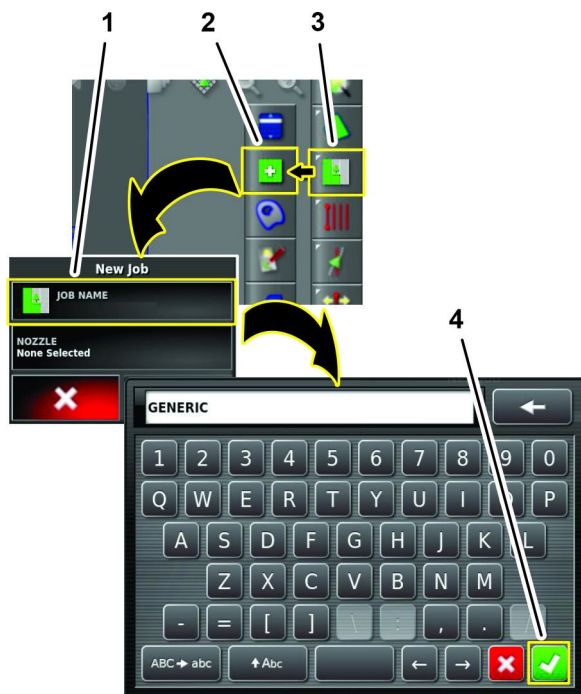

Figura 236
1. Premete sul Menu dell'attività e sull'icona CREA NUOVA ATTIVITÀ (Figura 236).
2. Con la tastiera sullo schermo digitate un nome per l'attività generica e premete l'icona di conferma (Figura 236).